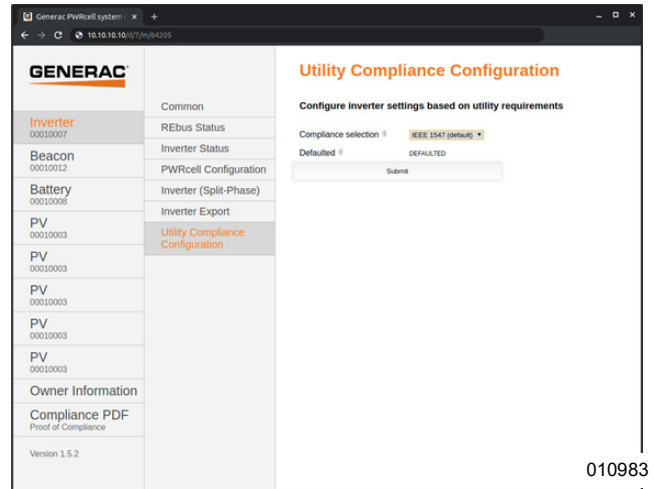

Figure 6-28. Configuration de la conformité au réseau
2. Voir Figure 6-28. Cliquer sur Utility Compliance Configuration (Configuration de la conformité au réseau) et sélectionner la norme de conformité qui convient dans le menu au bas de la page. Cliquer sur Submit (Soumettre) pour appliquer la norme de conformité. Les paramètres saisis ne prennent pas effet tant qu'on n'a pas cliqué sur le bouton Submit.